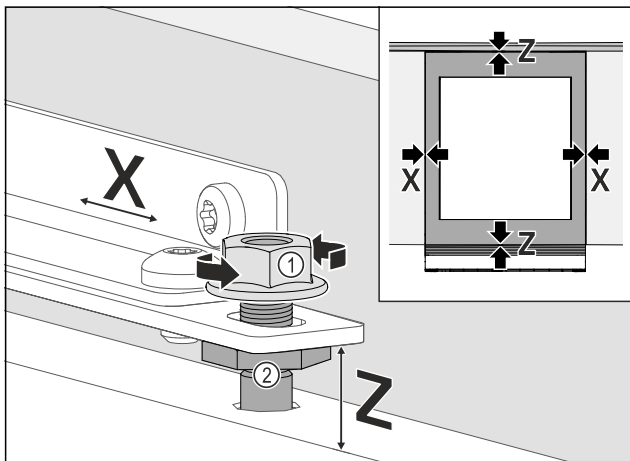

Fig. 104
- Πλευρική ευθυγράμμιση πόρτας επίπλου: Λύστε το κόντρα παξιμάδι Fig. 104 (1), μετακινήστε την πόρτα επίπλου προς την κατεύθυνση X.
- Σφίξτε τα κόντρα παξιμάδια Fig. 104 (1).
- Ευθυγράμμιση πόρτας επίπλου σε ύψος Z και ως την πλευρική κλίση: Ρυθμίστε τον πείρο ρύθμισης Fig. 104 (2).